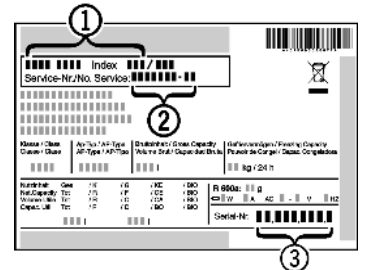

Fig. 7
- Apparaataanduiding *Fig. 7 (1)*, service-nr. *Fig. 7 (2)* en serie-nr. *Fig. 7 (3)* van het typeplaatje aflezen. Het typeplaatje bevindt zich aan de linkerkant binnen in het apparaat.
- Contact opnemen met de Technische Dienst en het probleem, apparaataanduiding *Fig. 7 (1)*, service-nr. *Fig. 7 (2)* en serie-nr. *Fig. 7 (3)* mededelen.